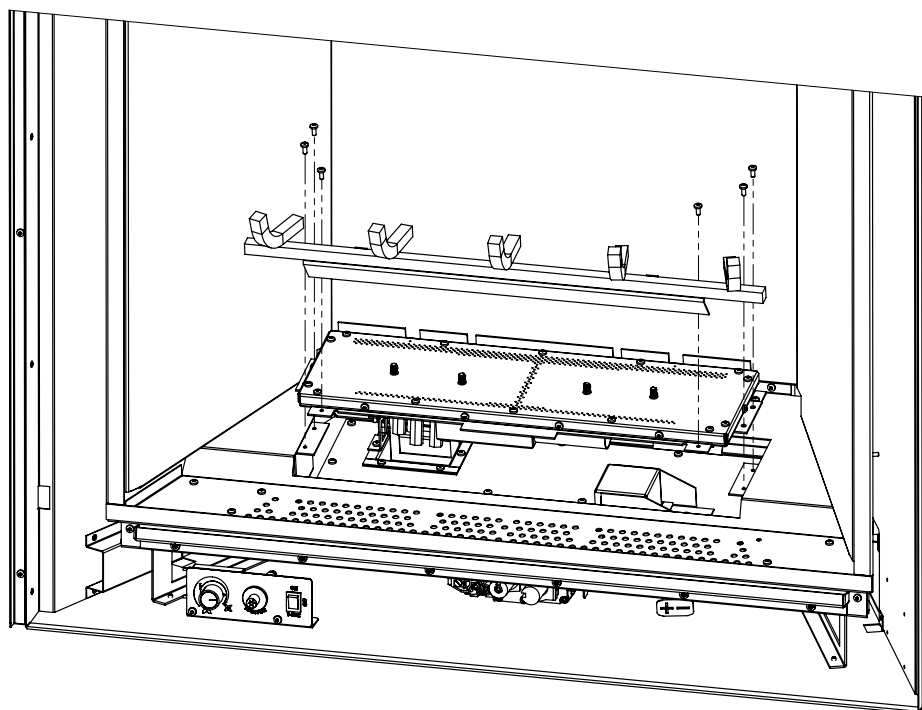

Figure 21: Retrait du brûleur avant
6. Retirez les quatre vis T-20 fixant le plateau du brûleur (voir Figure 21). Faites glisser la casserole vers la gauche et soulevez-la. Remontez dans l'ordre inverse.